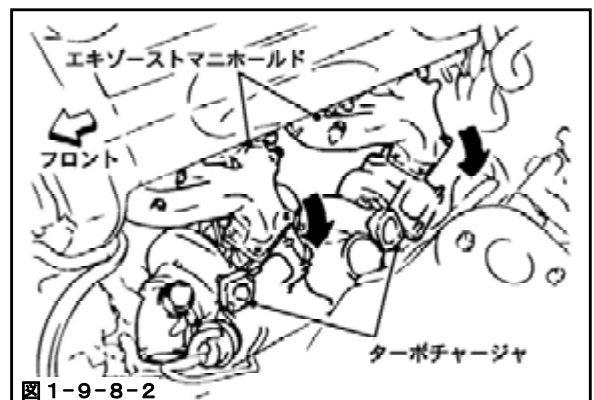

図1-9-8-2
- (3) ⑨ナット(F, R各6個)を外し、F, RのEXマニを取外してください。(図1-9-8-3)